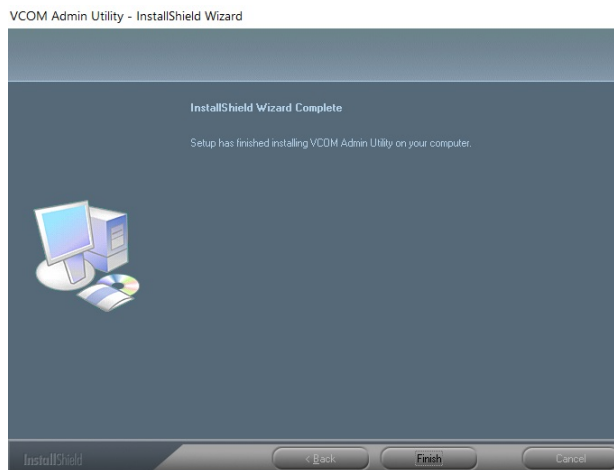

Figura 5-1-4:Instalación terminada
4. Haga clic en Finalizar para completar con éxito la instalación del software VCOM, como se muestra en Figura 5-1-4.